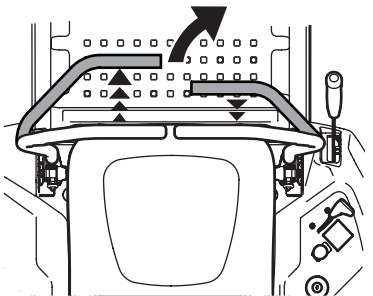

Figura 29
2. Para girar a la derecha, mueva la palanca de control de la transmisión derecha hacia atrás respecto de la palanca izquierda. Consulte la Figura 29.